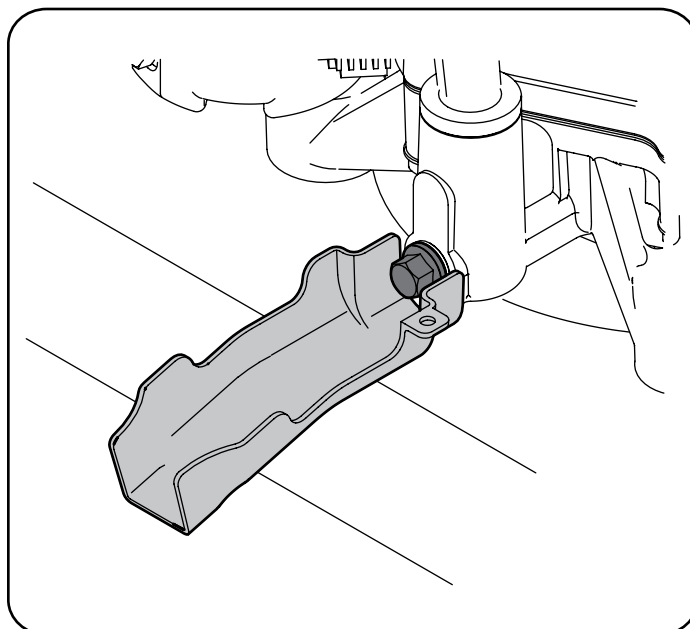

Figura 17
4. Coloque el extremo pequeño de la manga de drenado en el cárter de aceite. Consulte la Figura 17.